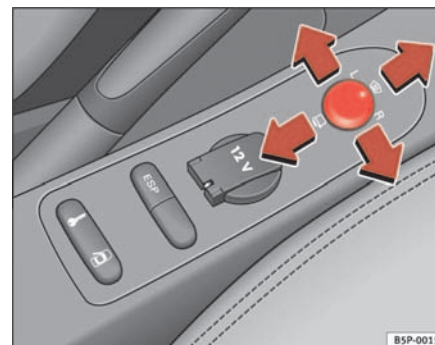

Abb. 91 Drehknopf für Außenspiegeleinstellung
1. Drehen Sie den Drehknopf ⇒ Abb. 91 in Stellung **L** (**linker Außenspiegel**).
- Drehen Sie den Drehknopf nach vorne auf die mittlere Stellung ⇒ **Seite 125, Abb. 91** , damit die Heizung der Außenspiegel und die Funktion der beheizbaren Windschutzscheibe im Bereich der Ruhestellung der Wischerblätter* einschaltet wird.
- Drehen Sie den Drehknopf ⇒ **Seite 125, Abb. 91** in Stellung , um die Außenspiegel anzuklappen. Sie sollten die Außenspiegel immer anklappen, wenn Sie eine automatische Waschanlage durchfahren, um Beschädigungen zu vermeiden.